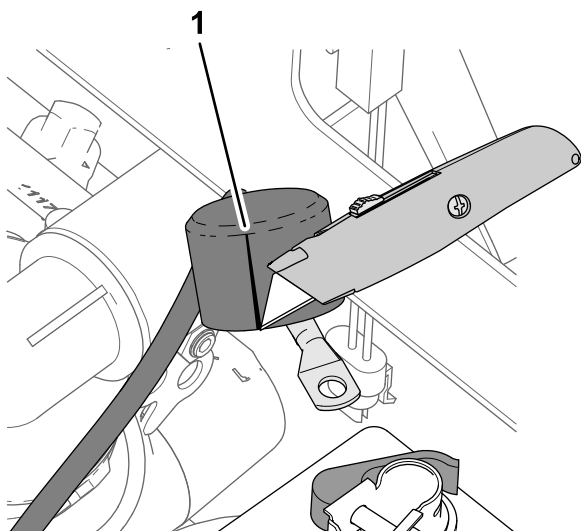

Figura 212
- Deslize a cobertura de isolamento do cabo positivo da bateria para o arrancador como se mostra na Figura 212.